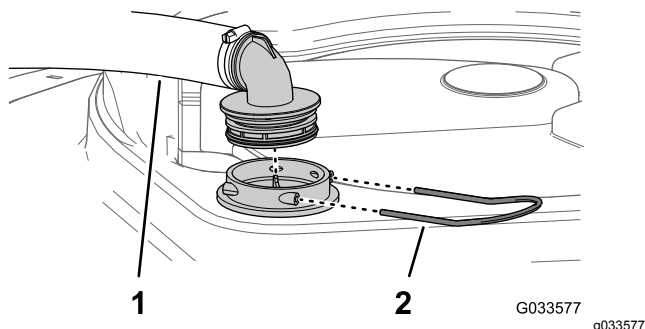

Figura 101
2. Na parte superior do depósito do pulverizador, retire a fixação que prende a união da mangueira unida à tubagem grande da estrutura do filtro (Figura 101).
3. Retire a tubagem e a união da tubagem da estrutura do filtro (Figura 101).